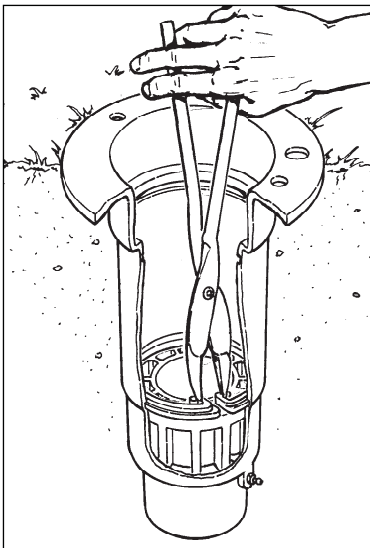

Abbildung 6
1. Zum Herausnehmen des Ventils die Enden des Sprenglings mit einer Sprengringzange (Teile-Nr. 995-07) zusammendrücken und Sprengling vom Regnergehäuse lösen (**Abb. 6**).